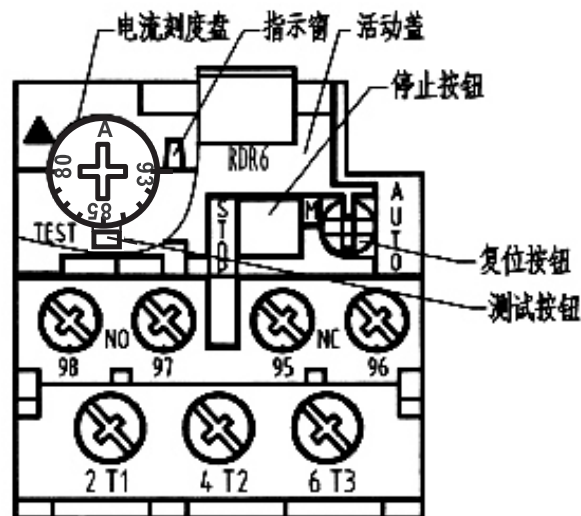

图10
6.1.2 动作测试: 在主回路通电前进行。揭开活动盖, 用螺丝刀按动测试按钮, NC触头会断开, NO触头会闭合、通过指示窗能观察到转换状态(黄色标志露出为动作状态, 未露出为复位状态)。(见图10)
6.1.3 复位方式设定: 在主回路通电前进行。热继电器出厂时处于自动复位方式, 热继电器脱扣后, 当 $I_e \leq 63\text{A}$ 时5分钟内自动复位, 当 $I_e > 63\text{A}$ 时8分钟内自动复位; 用户若需要选用手动复位方式, 只需要按下复位按钮并逆时针旋转 90° 即可, 当热继电器脱扣后, 2分钟内按下蓝色复位按钮才能复位。(见图10)
流刻度盘定位，并在使用过程中作适当调整。(见图10)
(见图10)